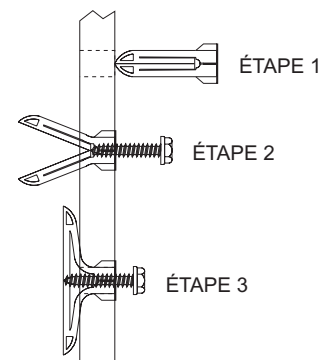

Figure 12
- 3b. Après avoir localiser les trous de montage, percer (2) trous de 5/16" (7.8mm) de diamètre dans le mur. Insérer les (2) ancrages d'expansion en plastique dans les trous. Insérer les (2) vis 10 x 1 1/2" (38mm) dans les ancrages d'expansion en plastique. Les vis sont fournies dans l'ensemble de la soufflerie. Ne vissez pas complètement les vis dans les ancrages d'expansion en plastique, laissez un espace de 7/16" (11mm) entre la tête de la vis et l'ancrage d'expansion en plastique. Référez-vous à la Figure 12.
4. À la partie supérieure de la paroi extérieure, enlevez la (1) vis du trou du milieu qui attachent la paroi extérieure avec le collecteur. Aussi enlevez les (2) vis qui attachent la partie inférieure de la paroi extérieure à la paroi intérieure.
6. Enlever (4) vis 8 x 3/8" qui attachent l'avant de la soufflerie au châssis de la soufflerie. Séparez le ventilateur du boîtier du ventilateur. Retirer le boîtier du ventilateur en débranchant l'ensemble du fil de l'interrupteur du ventilateur du cordon d'alimentation et du fil du moteur.
- 7b. Après avoir localiser les trous de montage, percer (2) trous de 5/16" de diamètre dans le mur. Insérer les (2) ancrages d'expansion en plastique dans les trous. Insérer les (2) vis 10 x 1 1/2" dans les ancrages d'expansion en plastique. Les vis sont fournies dans l'ensemble de la soufflerie. Ne vissez pas complètement les vis dans les ancrages d'expansion en plastique, laissez un espace de 7/16" entre la tête de la vis et l'ancrage d'expansion en plastique. Référez-vous à la Figure 12.
9. Enlever les (4) vis 8 x 3/8" qui attachent l'avant de la soufflerie au châssis de la soufflerie. Séparez le ventilateur du boîtier du ventilateur. Retirer le boîtier du ventilateur en débranchant l'ensemble du fil de l'interrupteur du ventilateur du cordon d'alimentation et du fil du moteur.